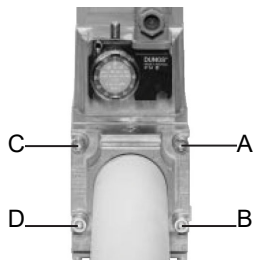

Fig. 5
- 1 Allentare le viti A e B **non** svitare (Fig. 5 e Fig. 6)
- 2 Svitare le viti C e D (Fig. 5 e Fig. 6)